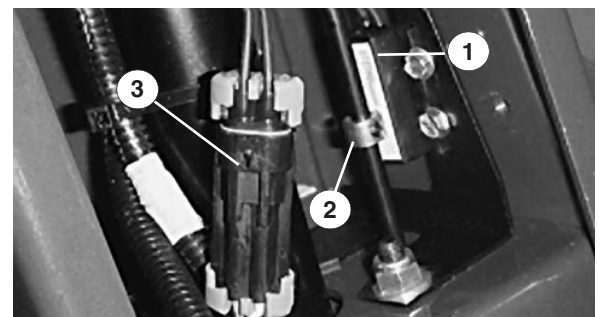

Bild 35
3. Klemmen Sie die Schalteranschlussklemme vom Kabelbaum ab (Bild 35).
5. Lockern Sie die Maschinenschraube, die den Kranz an der Feststellbremsstange absichert (Bild 35).
6. Bewegen Sie den Kranz an der Stange langsam, bis er mit dem Fadenkreuz am Schalteretikett abgestimmt ist (Bild 35). Ziehen Sie die Kranzbefestigungsschraube fest.